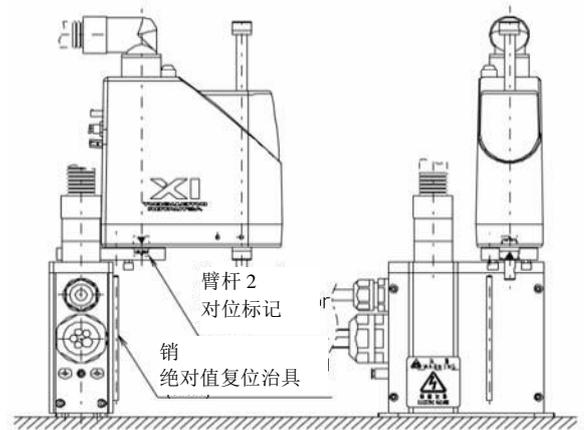

图 13.17 臂长 120^{*2} 基准姿势
(6) 按急停开关。
(7) 臂杆 1 的绝对值复位时，在臂杆 1 上装上调整治具(销)以固定其基本姿势。此时，允许臂杆 2 动作。而臂杆 2 的绝对值复位时，在臂杆 2 上装上调整治具(销)以固定其基本姿势。此时，允许臂杆 1 动作。
- 关于臂长为 120 的臂杆 2 的绝对值复位，如图 13.17 的基本姿势图所示，请将臂杆 1 向**正侧面**回转，然后设置治具。